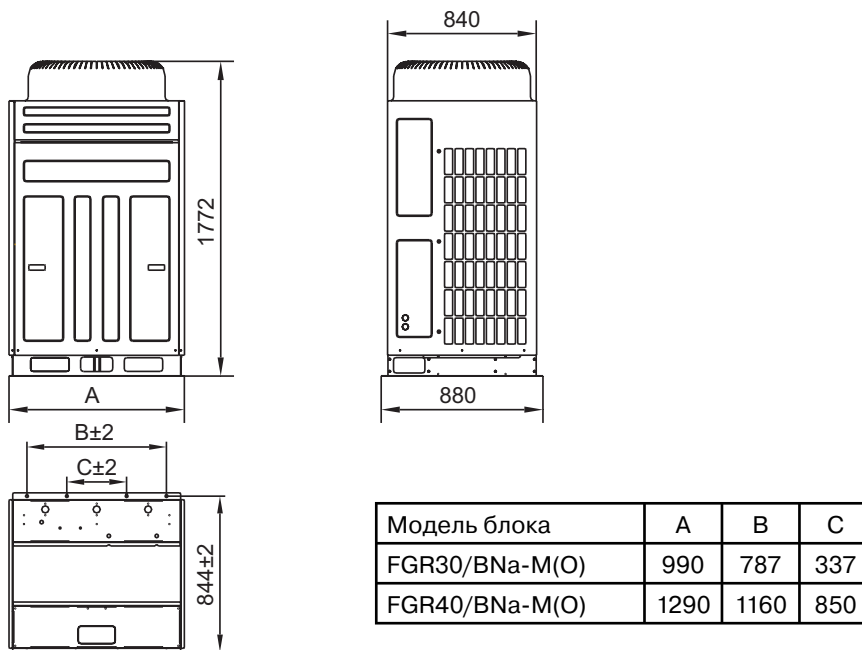

Рис. 9.3
9.2.2 Габаритные и установочные размеры наружных блоков моделей FGR30/BNa-M(O) и FGR40/BNa-M(O), рис. 9.3.